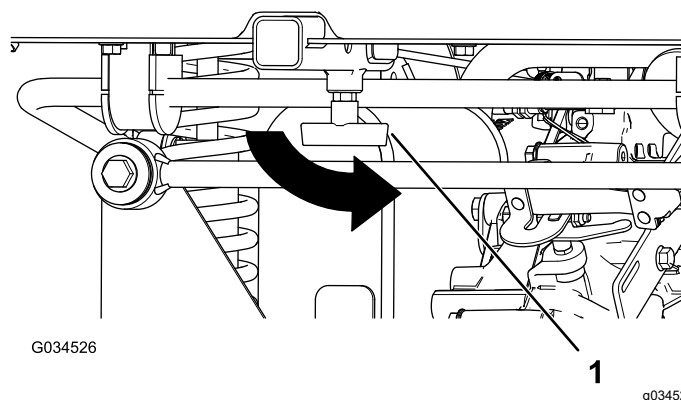

Рисунок 18
3. Затяните Т-образную рукоятку, повернув ее против часовой стрелки (Рисунок 18).